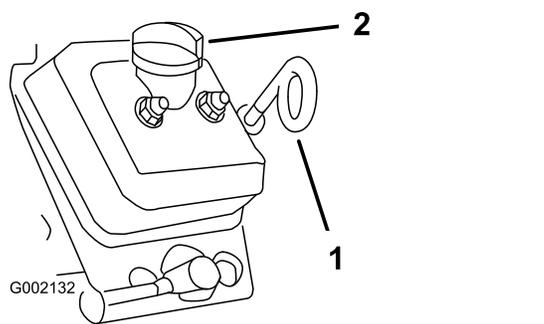

図 32
3. ディップスティックや給油口からごみが入ってエンジンを傷つけないように、ディップスティックと補給キャップ 図 32 の周囲をウェスできれいに拭く。
4. ディップスティックを抜いて、付いているオイルをふき取る 図 32。
5. ディップスティックを、チューブの根元までもう一度完全に差し込む 図 32。
8. キャップを取り付ける 図 32。
9. ディップスティックを取り付ける。奥まで完全に差し込むこと 図 32。